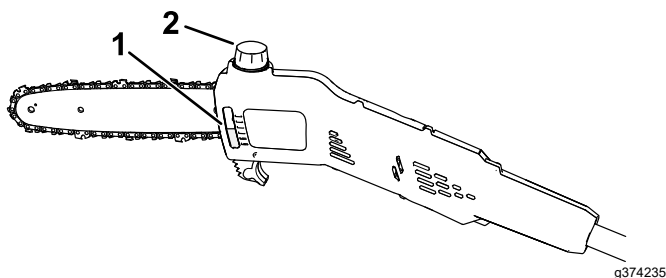

Figura 15
2. Observe el nivel de aceite en la mirilla. Si el aceite no llena la mirilla, añada la cantidad necesaria de aceite para cadenas (Figura 15).
5. Retire el tapón y vierta aceite de espada y cadena en la podadora de altura hasta que se llene de aceite el depósito (Figura 15).
4. Limpie la zona alrededor del tapón de aceite (Figura 15).